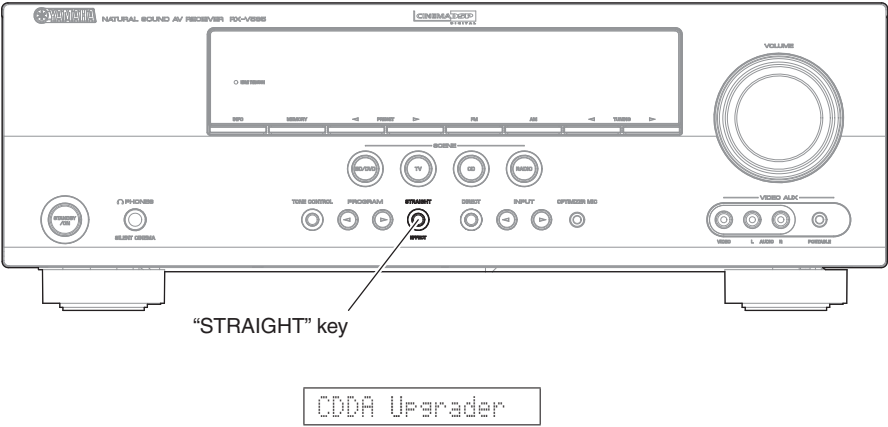

Fig. 2
- 1. While pressing the “STRAIGHT” key of this unit, connect the power cable of this unit to the AC outlet. (Fig. 2)
The FIRMWARE UPDATE mode is activated and “CDDA Upgrader” is displayed. (Fig. 2)
- 1. 本機の “STRAIGHT” キーを押しながら、本機の電源コードを AC コンセントに接続します。(Fig. 2)
FIRMWARE UPDATE モードが起動し、“CDDA Upgrader” が表示されます。(Fig. 2)